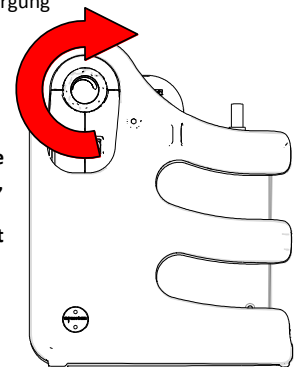

Abb. 20
6. Die Extremität des Patientenschlauches schließen, d.h. die Absaugungshöhe regulieren von 50 bis 550 mmHg, indem der Einstellknopf der Absaugungsregulierung gedreht wird (in Uhrzeitrichtung drehen, um die Absaugungshöhe zu steigern, gegen den Uhrzeigersinn drehen, um sie zu verringern Abb. 20). Entspannen und noch mal verschließen um die Einstellung zu bestätigen. Die gewünschte Absaugungshöhe wird auf dem LED Display gezeigt (Abb. 20).